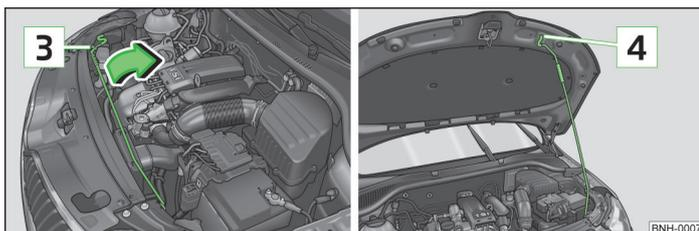

Fig. 97 Fixation du capot moteur
- Sortez la béquille de capot de son support **3** dans le sens de la flèche » fig. 97 et fixez le capot ouvert en insérant l'extrémité de la béquille de capot dans l'orifice **4** sur le capot.